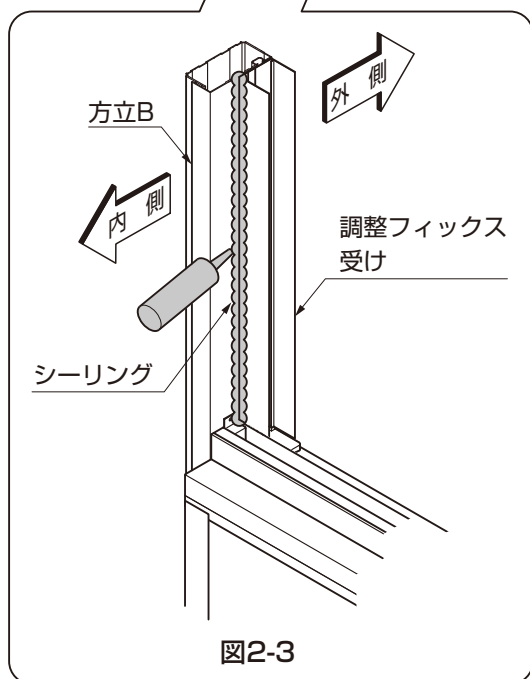

図2-3
- ④内側の調整フィックス受けと方立Bのすき間をシーリングしてください。(図2-3参照)